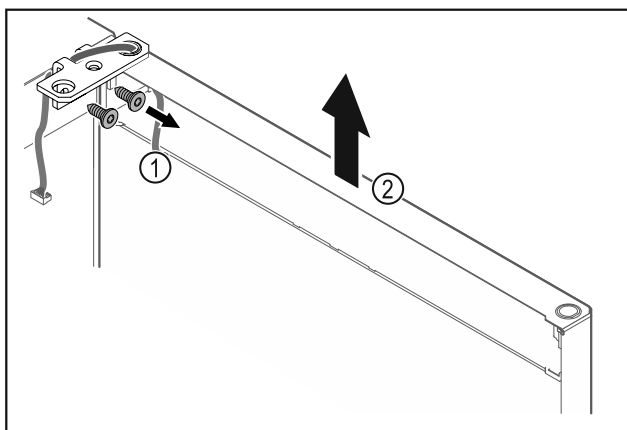

Fig. 18
- Irrota saranakulma Fig. 18 (1).
- Nosta ovea saranakulmineen Fig. 18 (2) noin 200 mm suoraan ylöspäin ja ota pois.